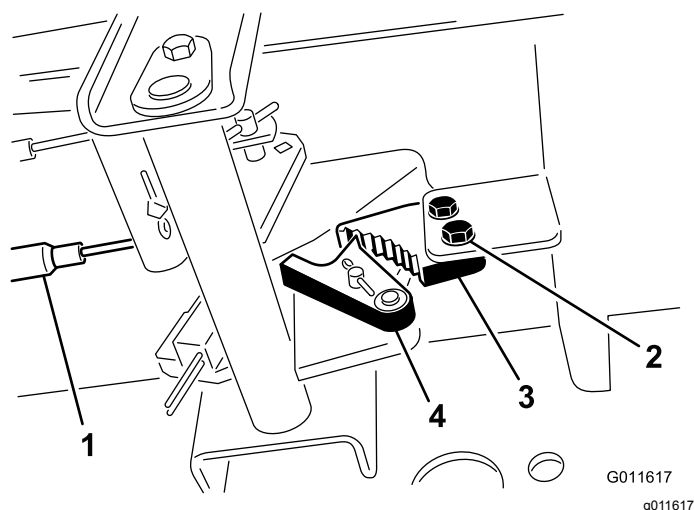

Figura 98
1. Afloje los 2 tornillos que fijan el trinquete del freno de estacionamiento al bastidor (Figura 98).
2. Pise el pedal del freno de estacionamiento hacia adelante hasta que la uña se engancha a fondo en el trinquete del freno (Figura 98).